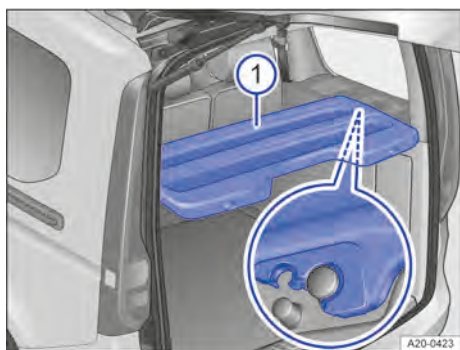

Fig. 149 Dans le coffre à bagages : couvre-coffre
4. Faites coulisser le couvre-coffre jusqu'à ce qu'il s'enclenche dans les grands supports → fig. 149.
2. Enclenchez le couvre-coffre dans les deux petits supports → fig. 149.